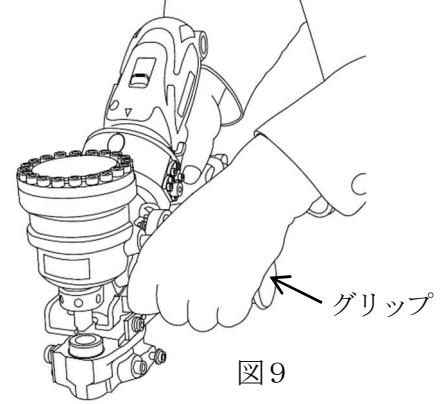

図9
5. 手を持って使用する場合は、スタンドを取り外して、グリップを取付けます。（図9）